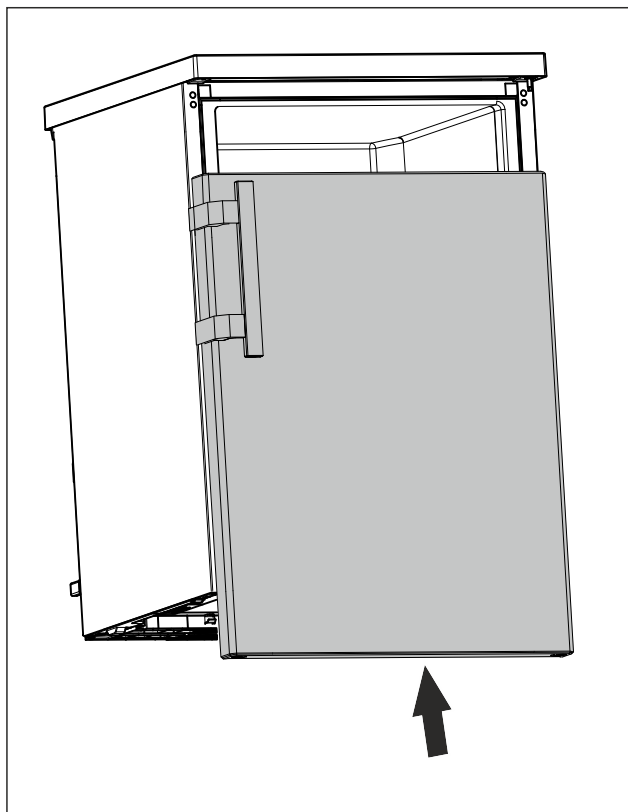

Fig. 23
- ▶ V zavřeném stavu nasadte dvířka na horní čep. (viz Fig. 23)